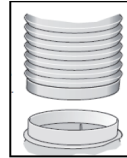

Fig 6
Sambungan ke Pipa Pembuangan (Fig. 6)
- ▶ Pasang pipa $\varnothing 150\text{mm}$ langsung ke pipa pembuangan dan kencangkan (Fig. 6)
- ▶ Pastikan keduanya tersambung dengan benar (Fig. 6. 1).